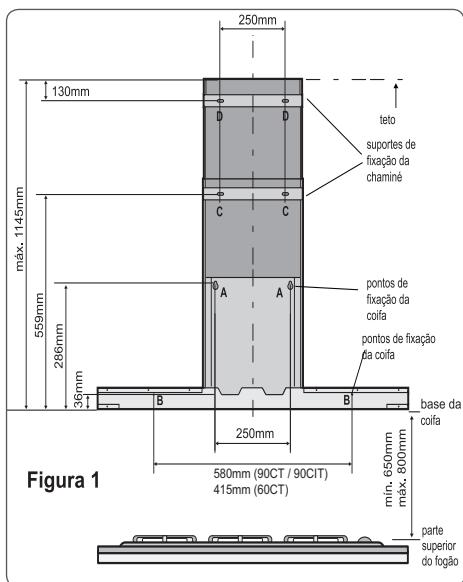
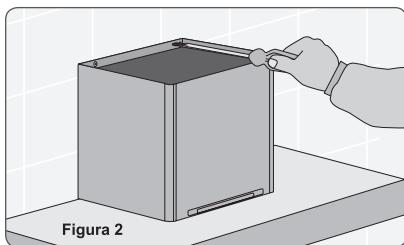

Figura 1
Figura 2
- 2 Faça os 2 furos de Ø6mm (**A** na figura 1) de fixação da Coifa e coloque as buchas.
- 3 Fixe a parte superior do corpo da Coifa com 2 parafusos (na figura 2). Retire o filtro de alumínio e coloque os 2 parafusos que fixam a parte interna da Coifa (**B** na figura 1).
- 5 Usando ainda a marcação do centro do fogão, faça os 4 furos para a fixação dos suportes da chaminé (**B** e **C** na figura 1). Coloque as buchas e fixe os suportes das chaminés com os parafusos (figura 4).